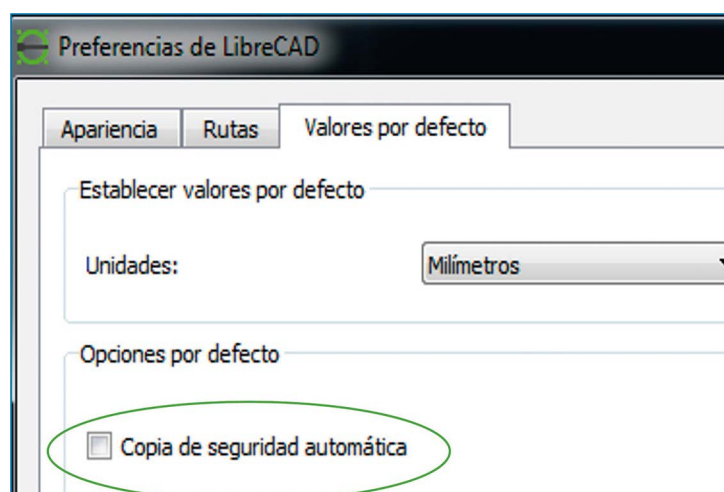

Fig. 9.16 Desactivar copia de seguridad
3. Si está activa, desactiva la opción 'Copia de seguridad' (fig. 9.16).